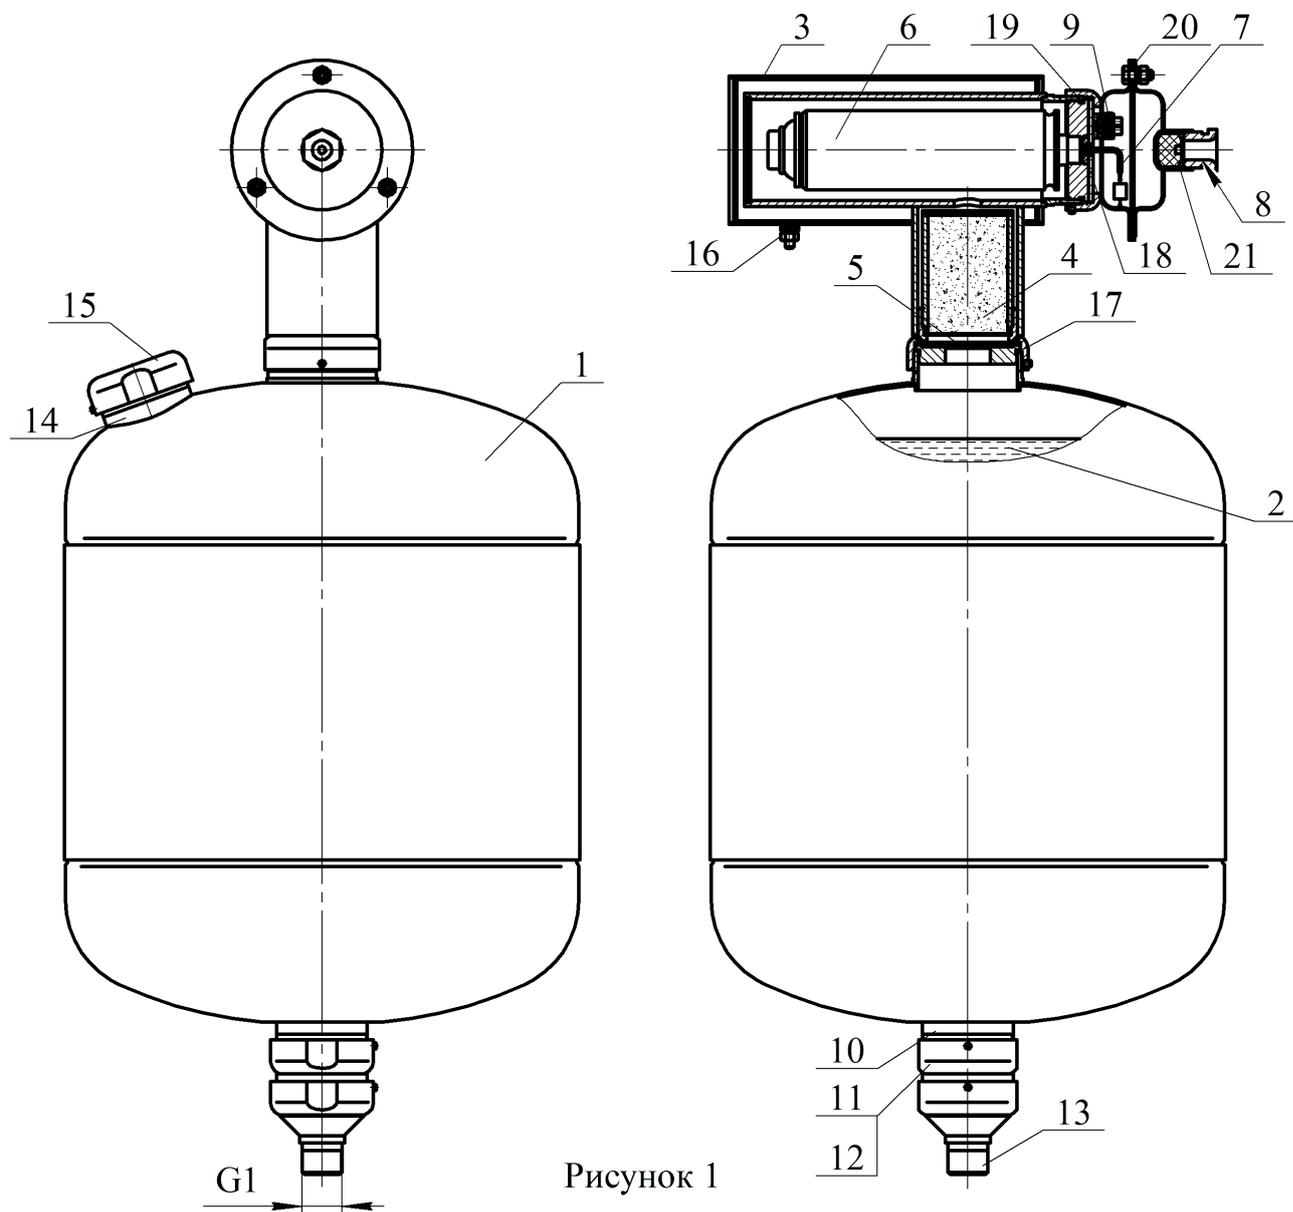

Рисунок 1
4.1.1 МУПТВ (см. рисунок 1) состоит из корпуса **1**, заправленного ОТВ **2**, газогенерирующего устройства **3** и мембранного рабочего узла, смонтированного в нижней части модуля. Канал со встроенным фильтрующим элементом **4** для очистки газа, соединяющий газогенерирующее устройство **3** с внутренней полостью корпуса **1**, загерметизирован эластичной прокладкой **5**. В корпусе газогенерирующего устройства установлен ИХГ **6** с элементом электропусковым **7**. Газогенерирующее устройство снабжено вводной коробкой с герметичным кабельным вводом **8**. Монтажный кабель через кабельный ввод **8** входит во вводную коробку и через зажим контактный винтовой **9** соединяется с проводами элемента электропускового **7**. В мембранном узле сопловое отверстие **10**, предназначенное для выхода ОТВ, перекрыто срезной мембраной **11**, которая поджата гайкой **12**. С гайкой **12** через фильтрующий элемент соединен штуцер **13** с наружной резьбой G1, предназначенный для соединений МУПТВ с трубной разводкой или переходником для направленной подачи ОТВ. В верхней части корпуса расположены горловина **14** для заливки ОТВ и предохранительный клапан **15**. МУПТВ имеет заземляющий зажим **16**.
6.5.1 Залить в отверстие верхней горловины **14** (см. рисунок 1) воды по ГОСТ 6709-72, СанПиН 2.1.4.1074-01 (температура воды должна быть плюс (15...25) $^{\circ}\text{C}$ ) объемом  $27,0^{+0,4}$  дм3. Открыть упаковку с жидкой добавкой к воде и залить ее в отверстие верхней горловины **14**.
6.6.3 Полученный раствор ОТВ залить в отверстие верхней горловины **14** (см. рисунок 1). Для окончательного приготовления ОТВ открыть упаковку с жидкой добавкой и залить ее в отверстие верхней горловины **14**.
6.8 Соединить штуцер **13** (см. рисунок 1) с трубной разводкой.